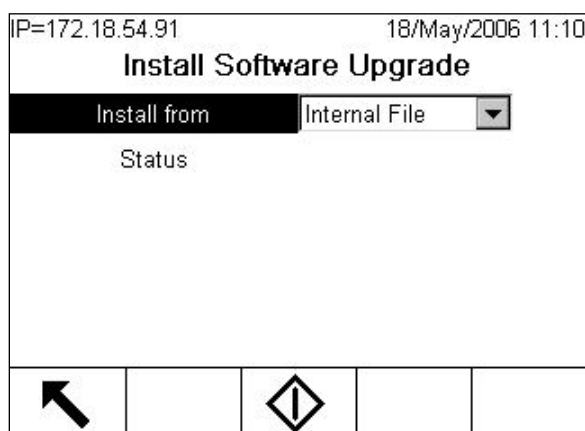

Figure 4-2 : Écran de mise à niveau du micrologiciel
5. Utilisez la touche fléchée pour déplacer la mise en évidence sur **Maintenance>Exécuter>Installer la mise à niveau du logiciel**. Lorsque le nœud est en surbrillance, appuyez sur ENTRÉE. L'écran illustré sur la Figure 4-2 s'affiche.